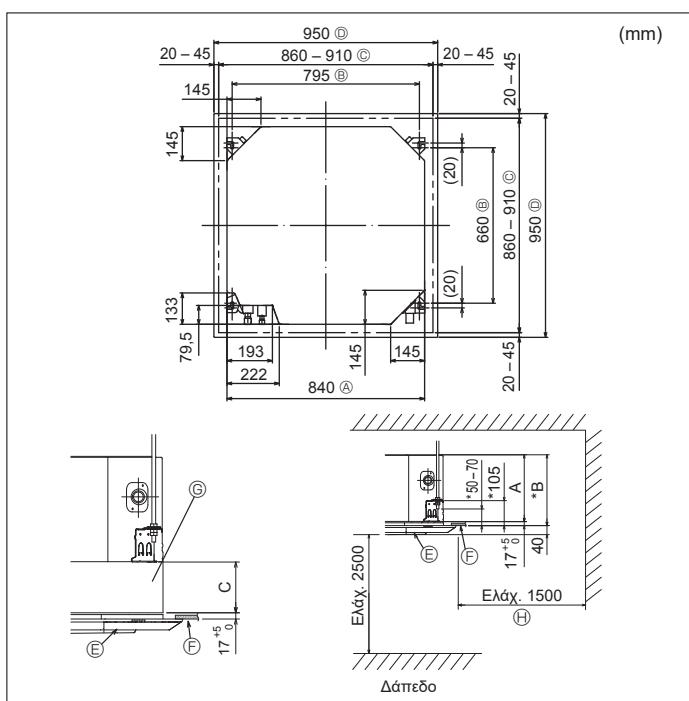

Fig. 3-2
#### 3.2. Ανοίγματα στο ταβάνι και θέσεις για την τοποθέτηση των μπουλονιών ανάρτησης (Fig. 3-2)
- \* Οι διαστάσεις του ανοίγματος περιέλιξης μπορούν να ρυθμιστούν εντός του εύρους που εμφανίζεται στην Fig. 3-2. Οπότε, κεντραρίστε την κεντρική μονάδα με το ανοίγμα περιέλιξης, διασφαλίζοντας πως οι αντίστοιχες απέναντι πλευρές σε κάθε πλευρά του ελεύθερου χώρου ανάμεσά τους θα είναι ίδιες.